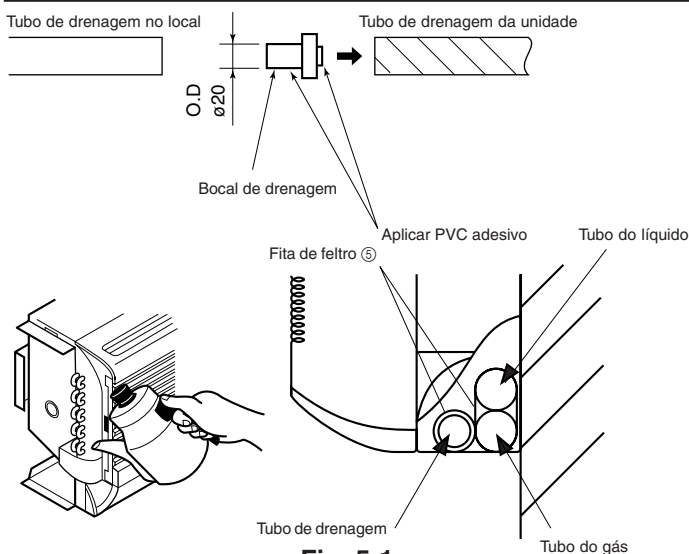

Fig. 5-1
5. Trabalho de tubagem de drenagem (Fig. 5-1)